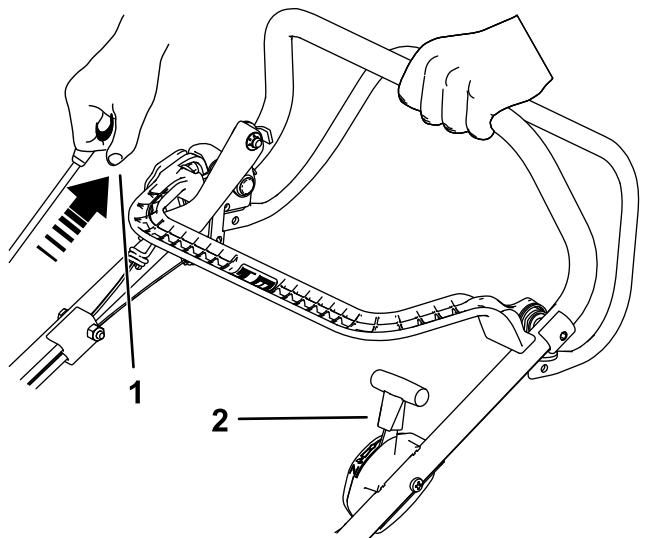

Figura 15
2. Tire del arrancador de retroceso hasta que note resistencia y, a continuación, tire con fuerza para arrancar. Cuando el motor arranque, vuelva a colocar el acelerador a la posición RÁPIDA si el estárter se ha accionado (Figura 15).